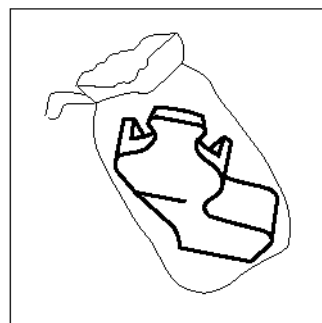

Figura 25: Retirar o novo recipiente do saco plástico
- 8** Retire da caixa e do saco plástico o novo Recipiente de despejo de revelador, conforme ilustrado na Figura 25.